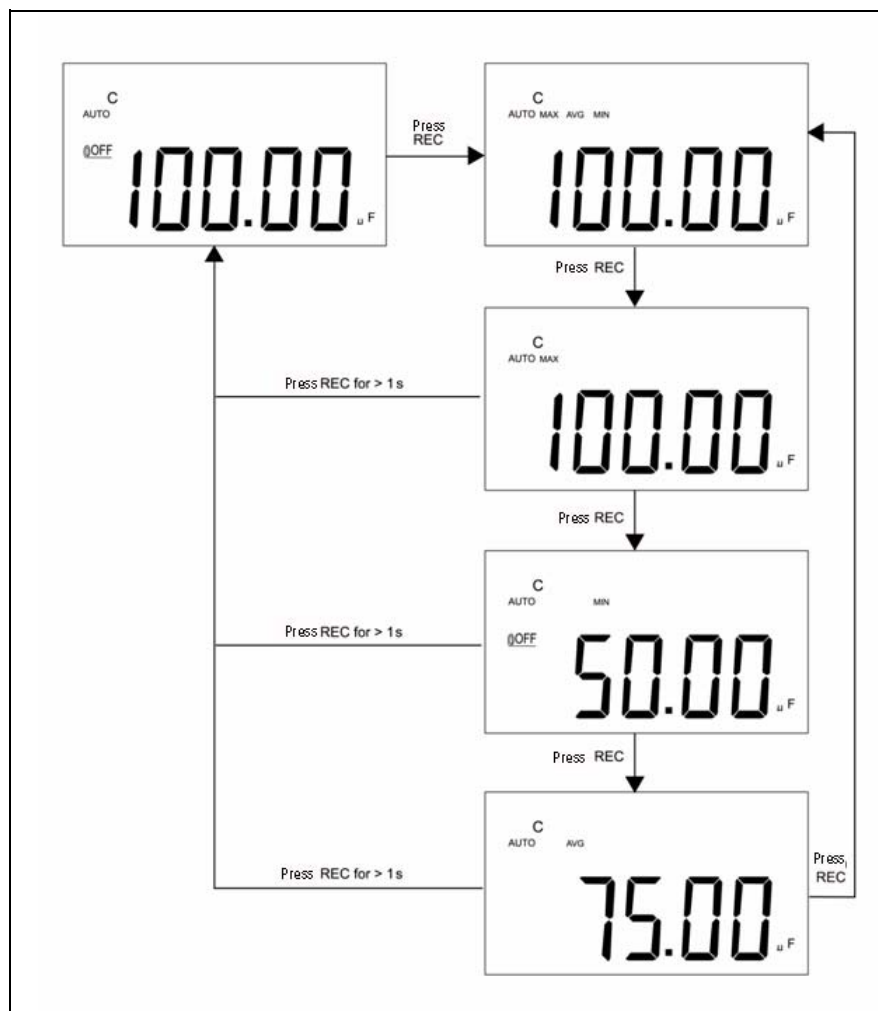

Figura 2-1 Operação da tolerância
- 2** Pressione essa tecla momentaneamente para percorrer as leituras máxima, mínima, média e atual. Os indicadores **MAX**, **MIN**, **AVG** ou **MAX AVG MIN** se acendem, um de cada vez, para mostrar qual valor está sendo exibido (consulte a Figura 2-1).